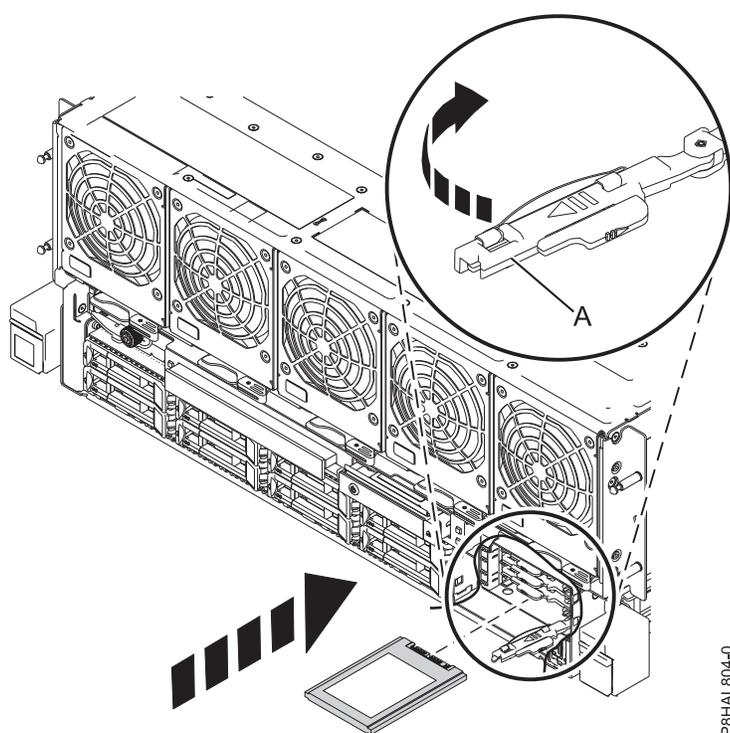

Figure 37. Remise en place d'une unité SSD dans un système à 8408-44E ou 8408-E8E
13. Avec la poignée de la baie d'unité SSD (A) en position déverrouillée, tirez le levier vers l'extérieur pour accéder aux rails de guidage de l'emplacement SSD. Maintenez l'unité SSD par le dessous tout en l'alignant avec les rails de guidage de l'emplacement SSD. Voir figure 37.
17. Verrouillez l'unité en faisant tourner la poignée de la baie (A) dans la direction indiquée. figure 37.